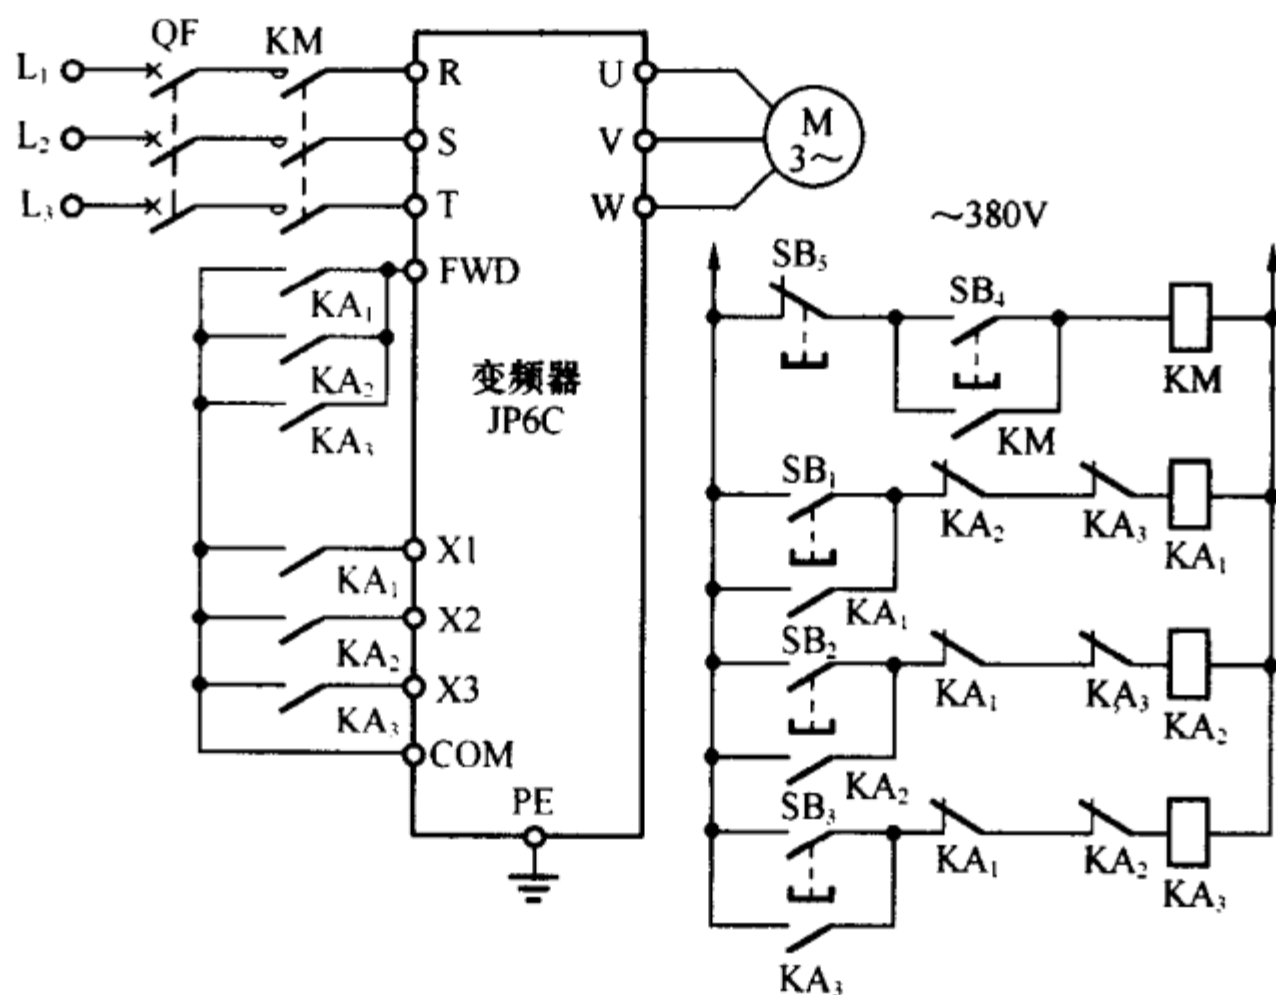

图 49 采用国产 JP6C 型变频器的三速运行线路
(2) 线路之二。线路如图 49 所示。图中，FWD 为正转运行、停止指令端子；X1、X2 和 X3 为多段频率选择端子。